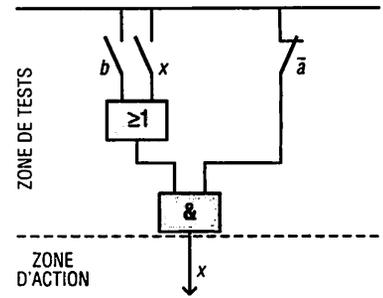

Fig. 24 : Logigramme pour langage de programmation de type « Liste ».
- d'un logigramme (liste d'instructions) (fig. 24) ;